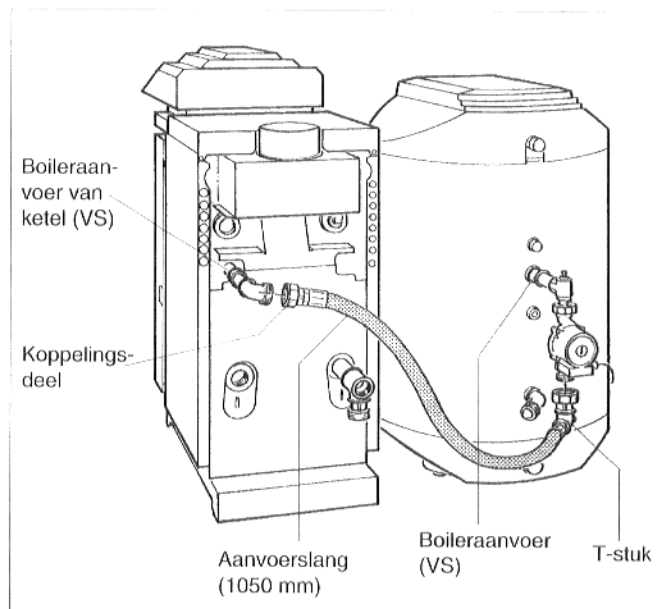

Afb. 5: Boileraanvoer met boilercirculatiepomp
- Pakkingen aanbrengen en boilercirculatiepomp met de stroomrichting naar boven aan het terugslagventiel vastschroeven (Afb. 5).